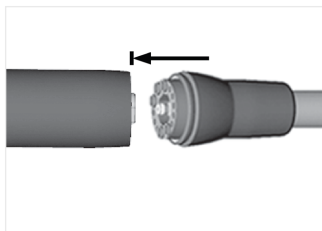

FIG. 2
2. Raccorder le moteur au tuyau exclusif (avec le connecteur de type MCX) comme indiqué sur la FIG. 2.